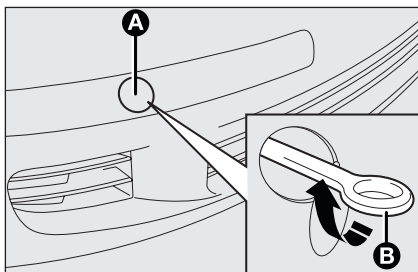

fig. 45
- prelevare l'anello di traino **B**-fig. 45 dal proprio supporto;